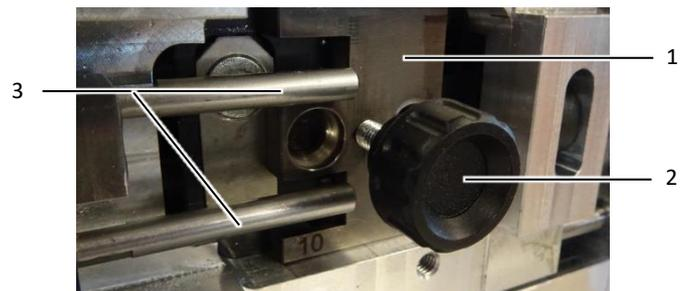

Abb. 8: Hülsenaufnahme mit Führungstiften
- Mit der Rändelschraube (Abb. 8, Pos. 2) die Hülsenaufnahme (Abb. 8, Pos. 1) entnehmen.
- Beim Aus- und Einbau auf die Führungsstifte (Abb. 8, Pos. 3) achten.